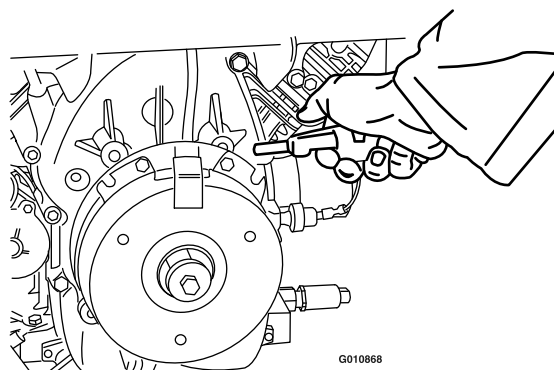

Figure 68
3. Soufflez de l'air comprimé sous le pôle et autour des entretoises du frein pour éliminer tout débris (Figure 68).